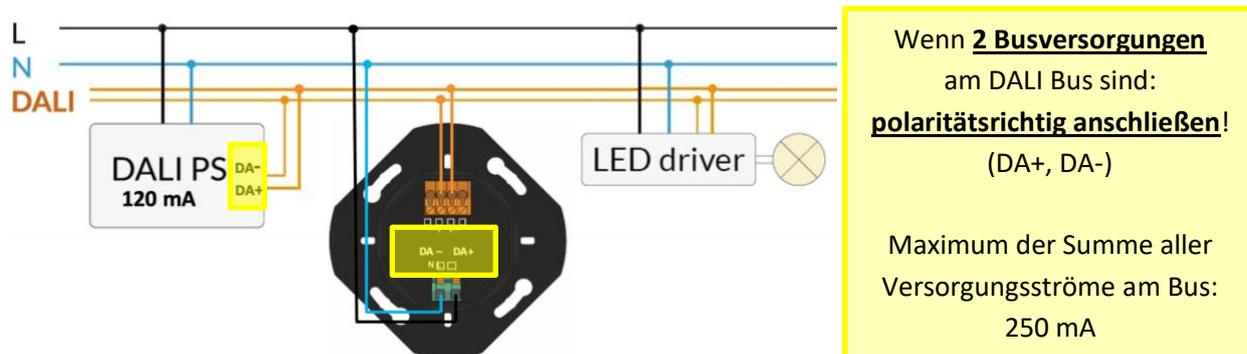

Abbildung 1 DALI-2 ROT PS – Beispielinstallation mit zweiter DALI PS am DALI Bus
- **DALI ROT PS:** Wenn zwei oder mehr Busversorgungen am DALI Bus sind, müssen diese polaritätsrichtig angeschlossen werden! (mit DA +, DA- gekennzeichnete Anschlüsse), siehe auch Abbildung 1 auf Seite 8.